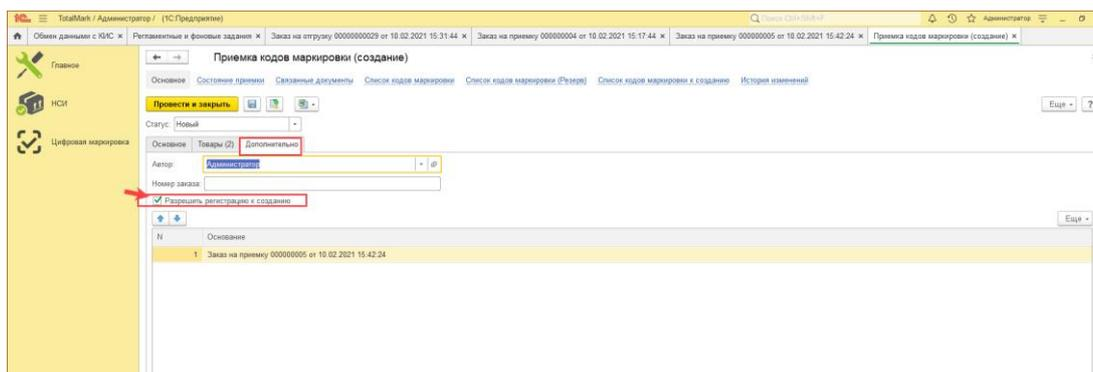

Рис. 10-12 - Работа с Приемкой в Total Mark
4.1. Так как приемке подлежат коды маркировки, которых еще нет в системе Total Mark (новый товар), то на вкладке «Дополнительно» в Приемке необходимо установить признак «Разрешить регистрацию к созданию» (Рис. 10-12);